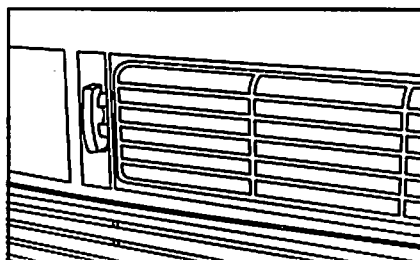

Fig. 2 (AIRE FRESCO)
- Mezclar aire en la estancia - aire fresco (ver Fig. 2)